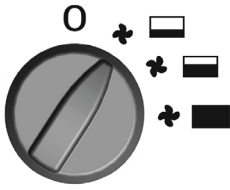

FIG. 1
- **Fig. 1:** Capacidad mínima